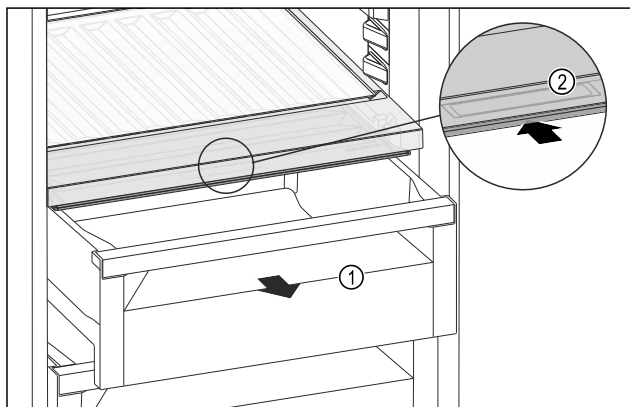

Fig. 171
- Retirer le tiroir Fig. 171 (1).
- Saisir la poignée encastrée Fig. 171 (2) du couvercle du compartiment et pousser le couvercle du compartiment vers l'arrière.